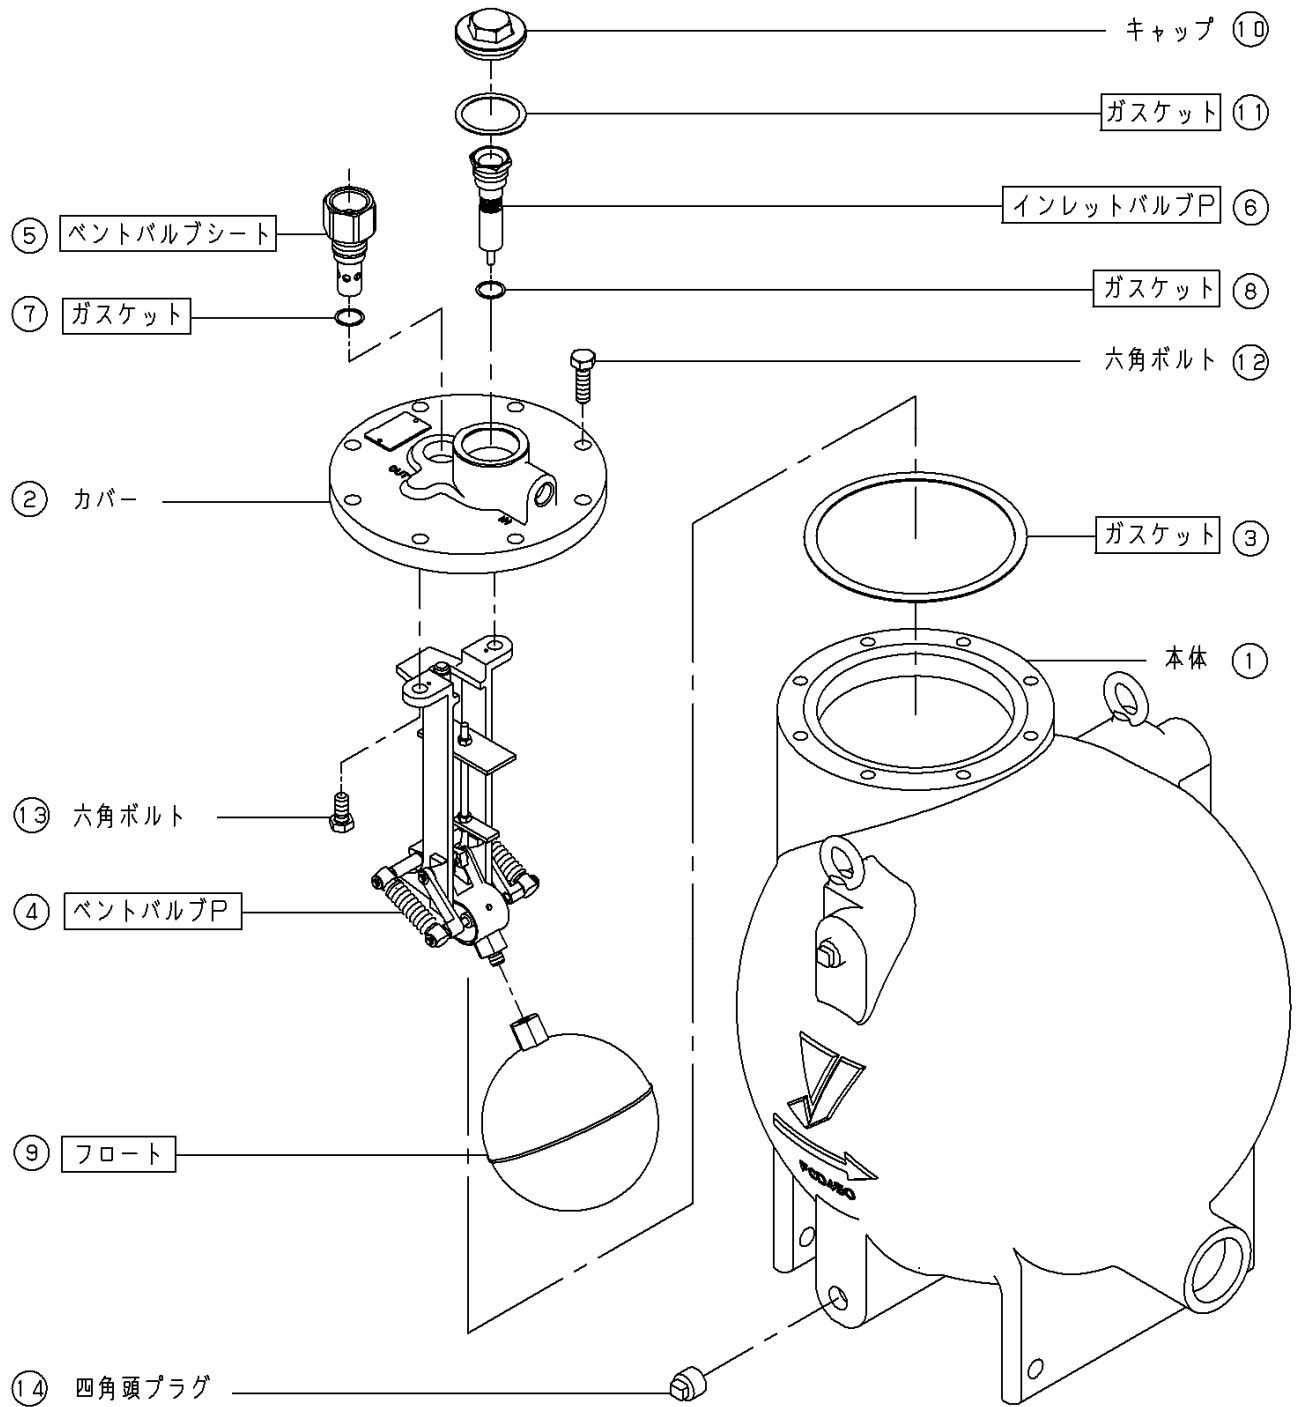

図8. 分解図
8.4.1 分解、組立時の警告・注意事項(丸数字は図 8 参照)
8.4.2 分解方法(図 8 参照)
8.4.3 組立方法(図 8 参照)